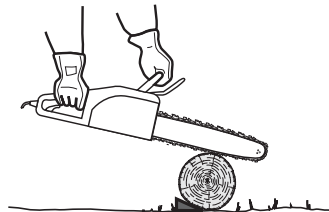

Fig.38
6. Si le diamètre du rondin est suffisant pour insérer une cale sans toucher la chaîne, utilisez une cale pour maintenir le rondin en position et ainsi éviter les pincements (Fig. 38).